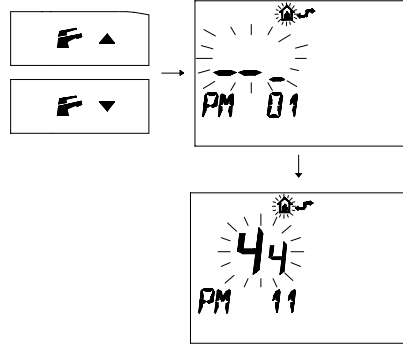

fig. 5.38
- 3 Premere i pulsanti  ▲ o  ▼ per visualizzare la programmazione "*PM 11*" della *post circolazione pompa* (fig. 5.38)